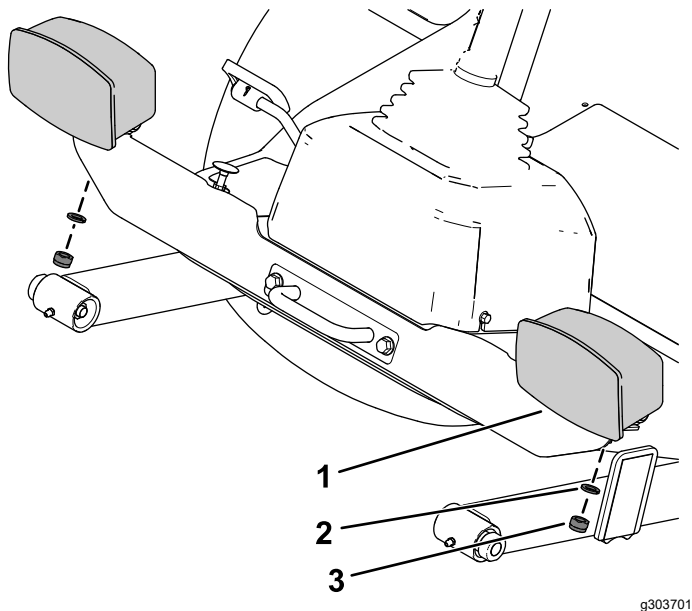

Figura 13
3. Sujete el conjunto de luz izquierda y el conjunto de luz derecha al soporte transversal de las luces usando la arandela de freno y la tuerca hexagonal de los conjuntos de luces (**Figura 13**).